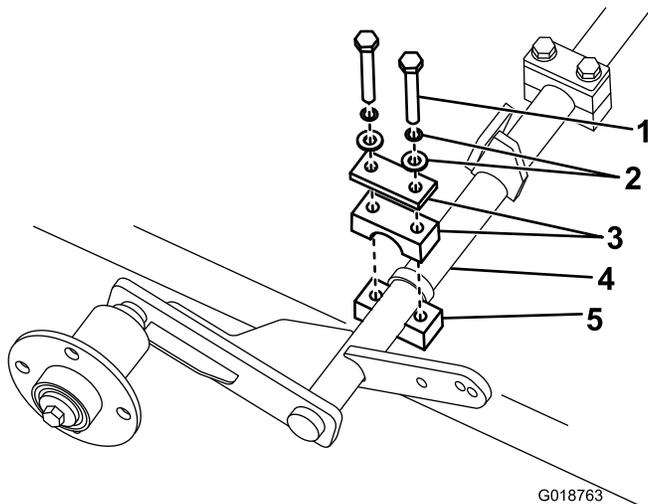

Figura 2
3. Instale la mitad superior de cada abrazadera y sujétela con los pernos que retiró anteriormente. No apriete los pernos del todo hasta que haya instalado el pistón de gas de elevación (Figura 2).